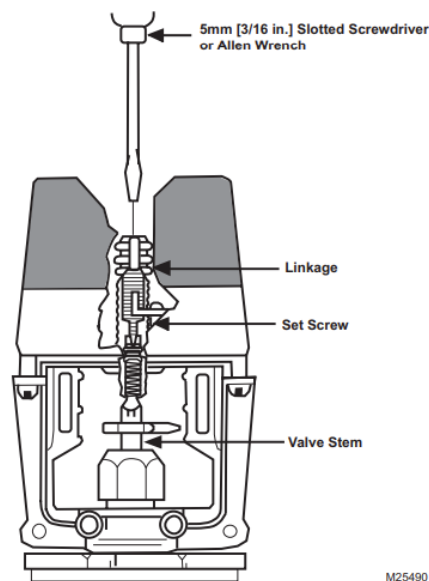

Fig. 6. Travamento do eixo de transmissão MLx984A na haste da válvula.
6. Aperte o parafuso de fixação para travar a haste da válvula no lugar (Fig. 6), usando uma chave Allen de 1/8 pol. (incluída).